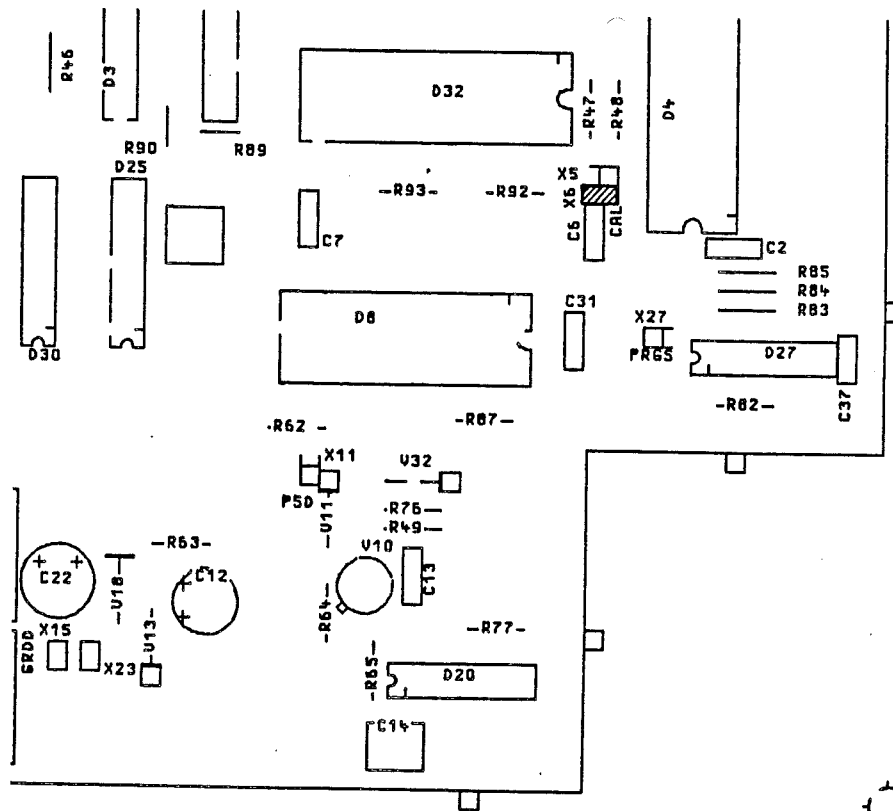

Bild 3-4 Lage des Kurzschlußsteckers im Cal-Mode
- 3) bei Bedienung über Tastatur ist zuvor Brücke X6 (Rechnerplatte) zu überbrücken (s. Bild 3-4).